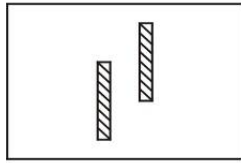
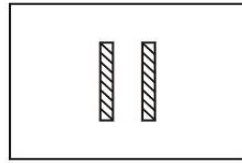
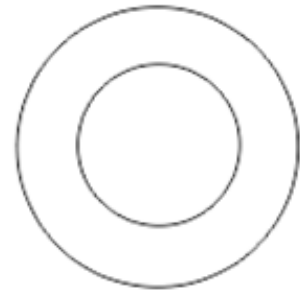

Abb.55
Abb.56
Abb.57
(2) Vertikale Phorie
Zusatzlinsenknopf drehen ② um das linke Auge auf $10\Delta I$ einzustellen, damit die Buchstabenspalten vollständig getrennt sind. Wenn der Patient eine vertikale Phorie hat, wird dies als Abb. 55 dargestellt. Drehen Sie dann das Drehprisma auf das andere Auge, mit Skala von 0 horizontal (wie in Abb. 57 gezeigt). Drehen Sie den Prismendrehknopf ⑪ so dass kein Unterschied zwischen Ober- und Unterteil besteht (siehe Abb.56). Dann zeigt die Skala des Drehprismas die vertikale Phoriestärke an.